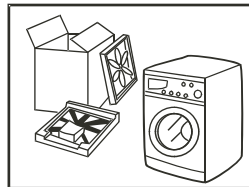

Abb.1
- Entfernen Sie das gesamte Verpackungsmaterial einschließlich der Schaumgummiunterlage (siehe Abb. 1).